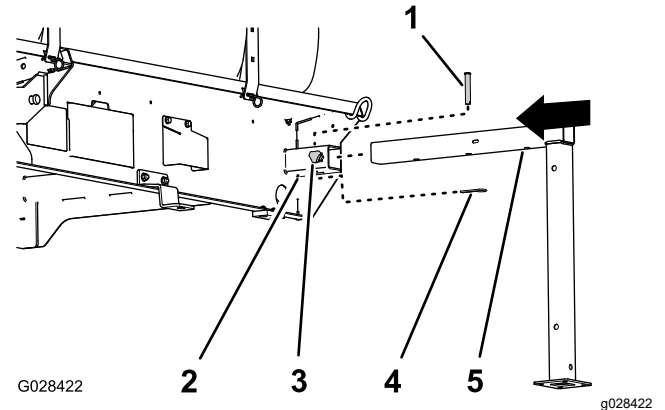

Figura 99
1. Alinhe o macaco frontal com o recetor do macaco na frente do depósito (Figura 99).
2. Insira o macaco frontal com o recetor até que o furo do meio no tubo horizontal do macaco esteja alinhado com o furo na parte superior do recetor (Figura 99).
4. Enrosque bem à mão um manípulo de bloqueio no recetor (Figura 99).